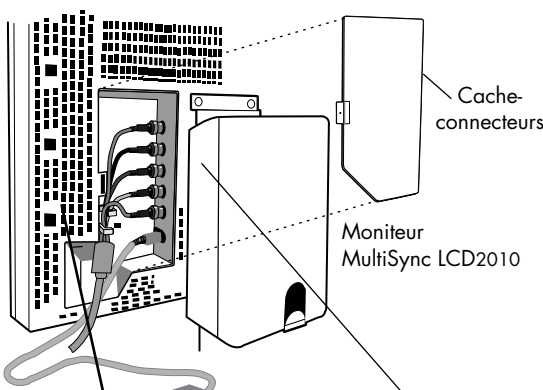

Figure D.1
**MultiSync LCD2010 :** Retirez le cache-connecteurs au dos du moniteur (**Figure D.1**).
Branchez le câble BNC et le câble de l'adaptateur CA aux connecteurs appropriés à l'arrière du moniteur. Branchez le câble BNC rouge dans le connecteur marqué R à l'arrière du moniteur, le câble BNC vert dans le connecteur marqué G/Sync et le câble BNC bleu dans le connecteur marqué B. Si vous avez besoin d'un quatrième connecteur BNC (Composite Sync), branchez-le dans le connecteur marqué H/CS. Si vous avez besoin d'un cinquième connecteur BNC (Vertical Sync), branchez-le dans le connecteur marqué VS (**Figure D.1**). Branchez le connecteur VGA à 15 broches dans le câble BNC sous l'attache A (**Figure D.1A**). Branchez ensuite le connecteur VGA à 15 broches au câble BNC sous l'attache B (**Figure D.1B**). Remplacez le cache-connecteurs.